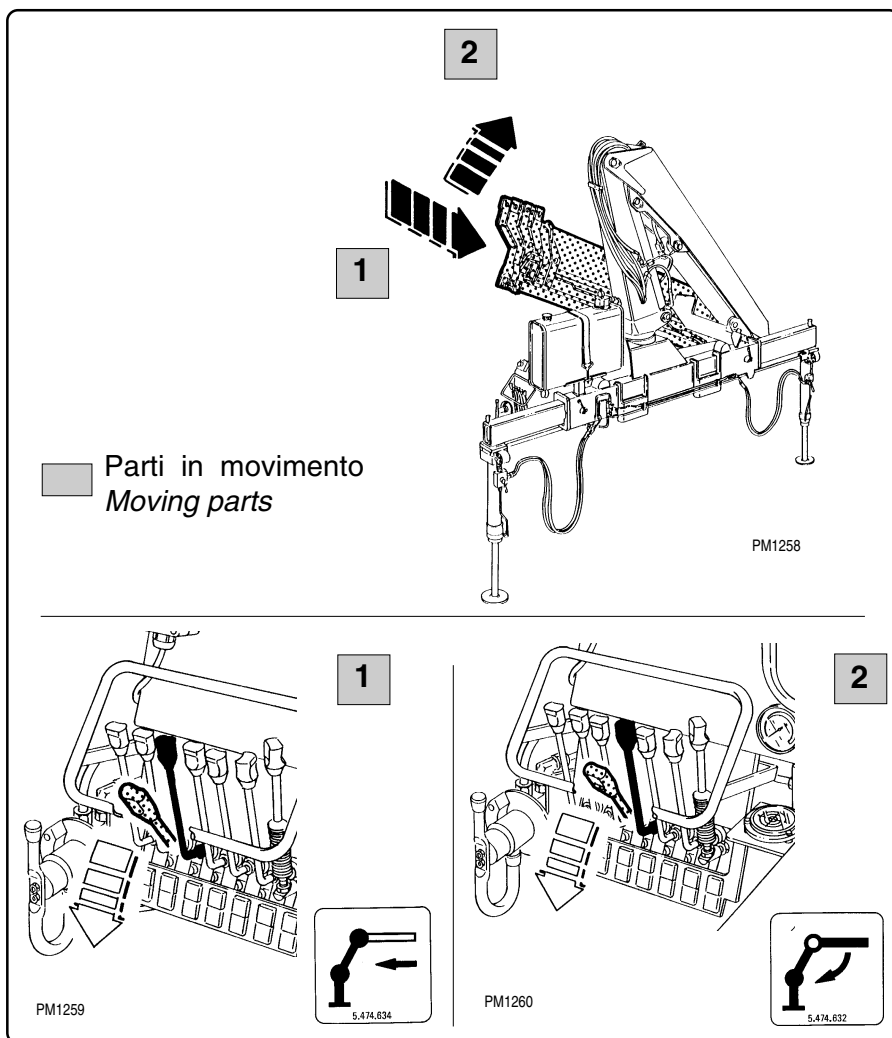

fig. 6.8.4
- 2** Azionare verso il basso il comando del martinetto mensola in chiusura a fine corsa, agendo sulla leva di fig. 6.8.4.
- 2** *Close completely the boom extension cylinder, acting on the lever in down position shown in fig. 6.8.4.*